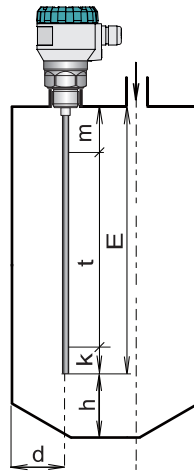

Abb. 1: Installation des Füllstandsmessers mit Stabelektrode
- Sonst ist ein möglichst großer Abstand zu wählen, mittig zwischen der Wand und dem senkrechten Einlass, siehe Abb. 1 und 2.
- Es ist der Bereich, in welchem die kontinuierliche Füllstandsmessung erfolgt. Der maximale Messbereich ist durch die Elektrodenlänge mit Abzug der toten Zonen am Anfang und am Ende der Elektrode definiert, siehe Abb. 1 und 2. Dieser Bereich stellt gleichzeitig die Grundeinstellung des Füllstandsmessers dar. Der maximale Messbereich kann automatisch, durch Erhöhung der Empfindlichkeit (siehe Tabelle auf der anderen Seite) oder manuell, durch den Benutzer, durch Änderung des Maximal- und Minimalfüllstandes bei Hindernissen nahe Ende oder besonders Anfang der Messelektrode reduziert werden.